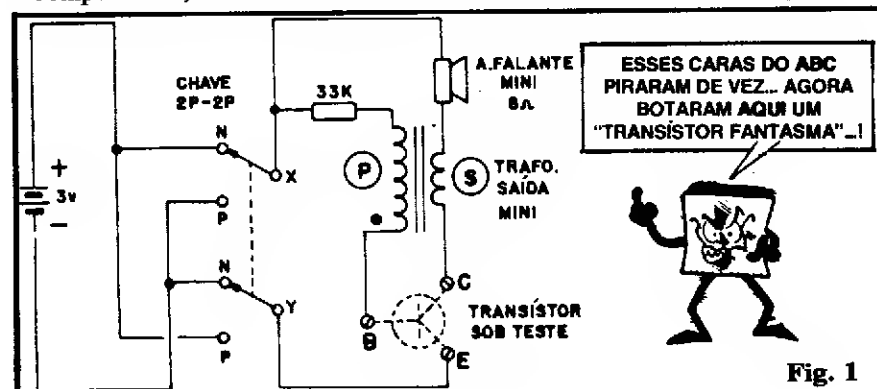

Fig. 1
muito alto, com o que o resistor mesmo de 10M "consegue" fornecer a necessária polarização ao conjunto oscilador. Os LEDs vermelhos, então, colocam-se a "piscar", emitindo lampejos (pulsos luminosos) no ritmo determinado pelas alternâncias manifestadas na saída do dito bloco (ponto S)! Os valores da rede realimentadora, e também da polarização geral do bloco B são tais que as "piscadas" duram um tempo muito curto, e ocorrem a cerca de 1Hz (uma vez por segundo...) Como os LEDs vermelhos são os maiores responsáveis pelo "dreno" de corrente no circuito (e tal dreno se dá em pulsos curtos e espaçados...) o consumo geral é baixo, permitindo que pilhas alimentem o circuito, como um todo, tranquilamente, mesmo por longos períodos (na verdade, os LEDs vermelhos passam "apagados", mais de 90% do tempo total de funcionamento, período no qual praticamente "um cisco" de corrente é requerido pelo circuito...). Observando novamente o esquema (fig. 1) o Leitor/Aluno notará que no EMISSOR do último transistor do circuito (BC558) temos um resistor de 100R... Esse componente, além de estabelecer uma "carga" para o dito transistor, proporcionando um divisor de tensão do qual os sinais de realimentação são recolhidos para induzir o bloco à oscilação, determina também uma limitação na corrente "puxada" pelo BC558 e LEDs, nos breves pulsos de "acendimento", o que contribui também para manter o consumo geral em níveis baixíssimos, plenamente compatíveis com uma boa durabilidade das pilhas que alimentam o VAGALUME...
- **FIG. 1** - Esquema do circuito do TUT. "Simplíssimo", como dá para notar numa simples "olhada", o circuito (veremos isso na ANTECIPAÇÃO TEÓRICA, mais adiante...) é, na verdade, um singelo arranjo oscilador estruturado em torno de um único transistor bipolar, no qual, porém, **ESTÁ JUSTAMENTE "FALTANDO" O TRANSISTOR!** A ação do teste corresponde, exatamente, a colocar no circuito o transistor "faltante"... Se o circuito reagir como se espera, é sinal de que o componente inserido está **bom**, caso contrário, a indicação é de que o transistor apresenta alguma deficiência importante! Observar bem, no esquema, a presença de componentes ainda não vistos nas montagens práticas anteriores: o **transformador** (vão lá, na "Aula" nº 4, se tiverem esquecido alguma coisa...) e uma **chave dupla** (dois polos x duas posições), que é um importante componente de apoio na adequação do funcionamento do circuito... Lembrar sempre que um esquema é uma espécie de "mapa" simbólico do circuito "real"... É olhar, comparar, referenciar e entender... Não tem grandes "segredos".